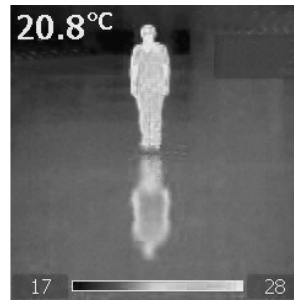

рисунок 3: Термограмма человека и его отражения на полу
- Отражения от поверхностей (рисунок 3)